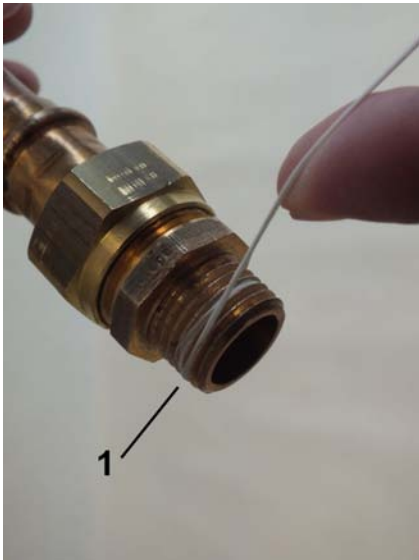

Abb. 9: Dichtfaden aufbringen
2. ➤ Dichtfaden (Abb. 9/1) in Gewin-